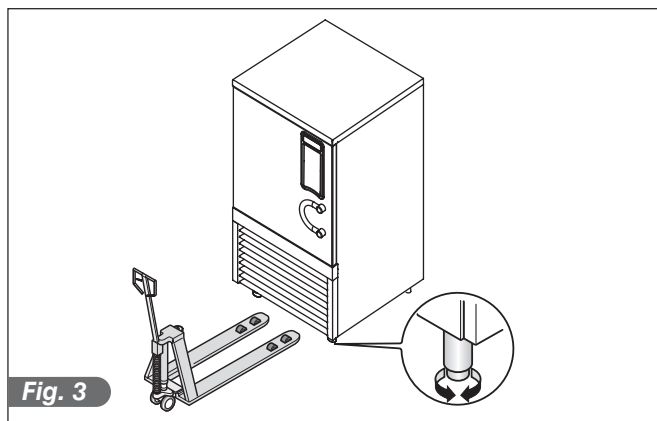

Fig. 3
- Effettuare il livellamento dell'apparecchiatura attraverso i piedi di regolazione. Per la messa in piano delle macchine più pesanti, utilizzare appositi sollevatori (Fig.3).